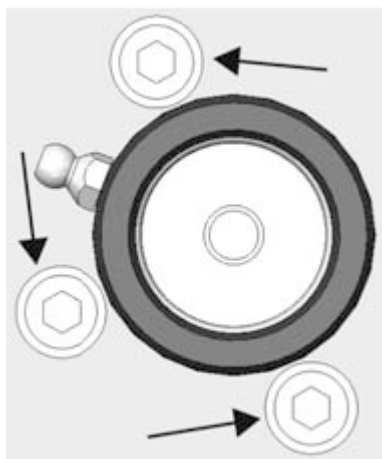

Figura 90. Bulloni di fissaggio della boccola
1. Svitare i tre bulloni (figura 90) e spingere fuori la boccola dal lato vano motore.